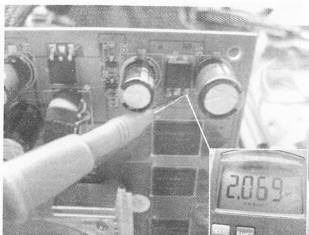

图 5-29 显存供电
(3) 测量显存供电为 2.0V, 正常, 如图 5-29 所示。